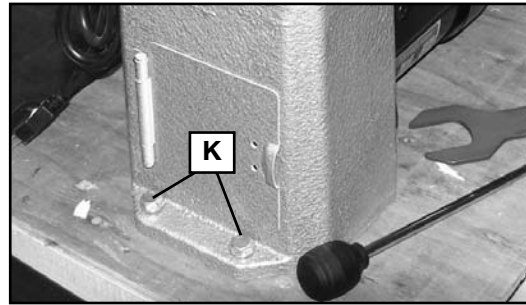

Fig. 1
Boulonner le tour au moyen des quatre vis à tête hexagonale de 3/8 po (9,5 mm) (non fournies) insérées dans les quatre trous pratiqués dans la base du tour, dont deux sont montrés en (K), fig. 1.